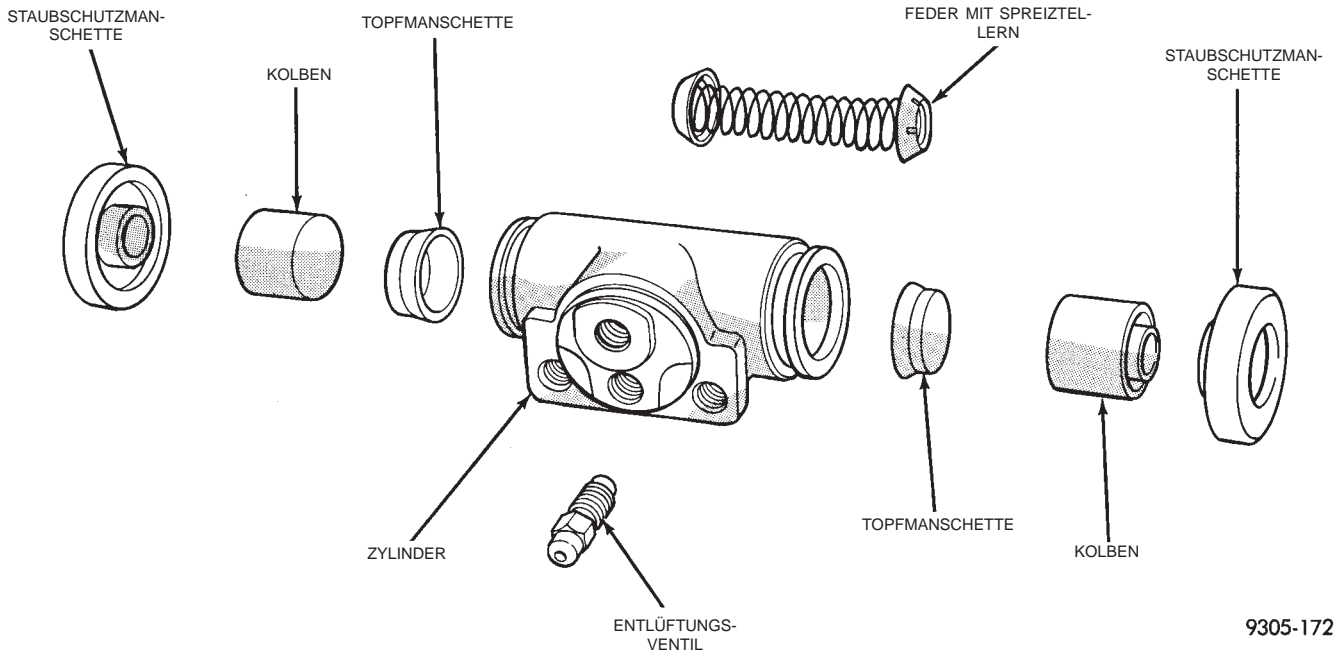

Abb. 166 Hinterradzylinder (Explosionsdarstellung)
(1) Die Staubschutzmanschetten vom Zylinder abziehen und entfernen (Abb. 166).
(2) Einen Kolben **EIN** drücken, um den gegenüberliegenden Kolben samt Topfmanschette und Feder herauszudrücken (Abb. 166); dann mit einem weichen Hilfsmittel, z. B. einem Holzstab, die im Radbremszylinder verbliebene Topfmanschette samt dem Kolben herausdrücken.
(3) Zylinder, Kolben und Feder (Abb. 166) in sauberer Bremsflüssigkeit oder Alkohol abspülen (**KEINESFALLS LÖSUNGSMITTEL AUF MINERALÖLBASIS VERWENDEN**), gründlich reinigen und mit Druckluft trockenblasen. Zylinderbohrung und Kolben auf Riefen und Narben überprüfen. (Nicht mit einem Tuch trockenwischen, da sich die Fasern an den Bohrungswänden festsetzen.)
(4) Zylinder oder Kolben, die tiefe Riefen oder Narben aufweisen, müssen ersetzt werden. Wenn die Zylinderwände nur leichtzerkratzt sind oder Korrosionsspuren zeigen, können sie in der Regel mit Schleifsteinen mit kreisenden Bewegungen gereinigt werden. Schwarze Flecken an den Zylinderwänden stammen von den Topfmanschetten und beeinträchtigen die Funktion des Bremszylinders nicht.
(1) Die Zylinderbohrung mit sauberer Bremsflüssigkeit benetzen.
(2) Die Dichtlippe und die Außenflächen der Radzylinder-Lagerschalen leicht mit Mopar-Schmierfett benetzen.
(3) Die Spreifeder mit den Spreitzellern in den Zylinder einsetzen. Die Topfmanschetten auf beiden Zylinderseiten so einsetzen, daß sich die gewölbten Seiten gegenüberstehen (Abb. 166).
(4) Die Kolben auf beiden Zylinderseiten so einsetzen, daß jeweils die flache Seite des Kolbens der flachen Seite der bereits eingesetzten Topfmanschette gegenübersteht (Abb. 166).
(5) Auf beiden Seiten eine Staubschutzmanschette auf den Zylinder aufsetzen (Abb. 166). **Dabei die Manschette nicht beschädigen.**